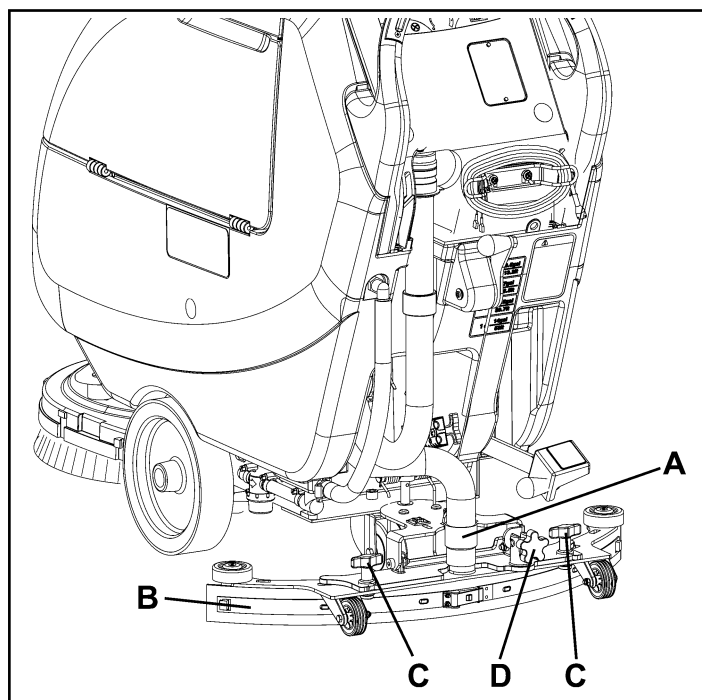

Figure 27
- Connecter le tuyau d'aspiration (A, Fig. 27) à l'embouchure.
- Reposer l'embouchure (B) et serrer les boutons (C).
- Si besoin est, régler le bouton de réglage (D) de l'équilibrage de l'embouchure.